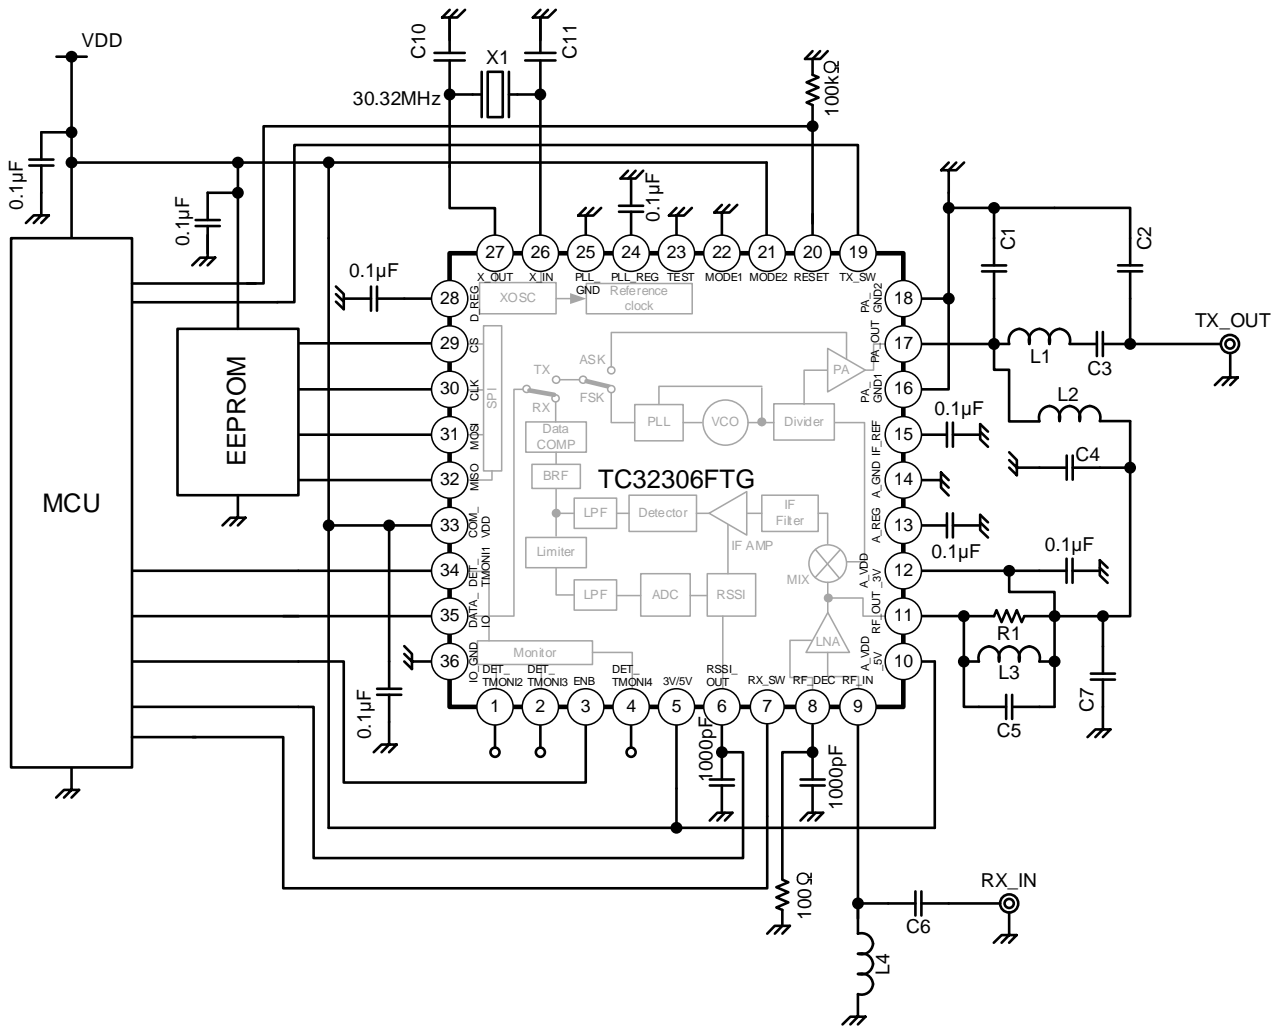

图 13-4 应用电路 3 的示例
- 图 13-4 所示为 EEPROM 模式，外部 EEPROM 的输入/输出连接到 TC32306FTG 的 SPI 控制引脚。
- 图 13-4 为 5V 应用。对于 3V 应用，按照图 13-1 改变电源的连接。